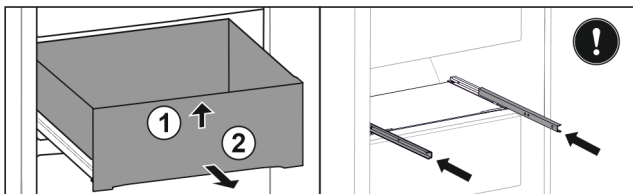

Fig. 138
- ▶ Schubfach vorne anheben. Fig. 138 (1)
- ▶ Schubfach nach vorne entnehmen. Fig. 138 (2)